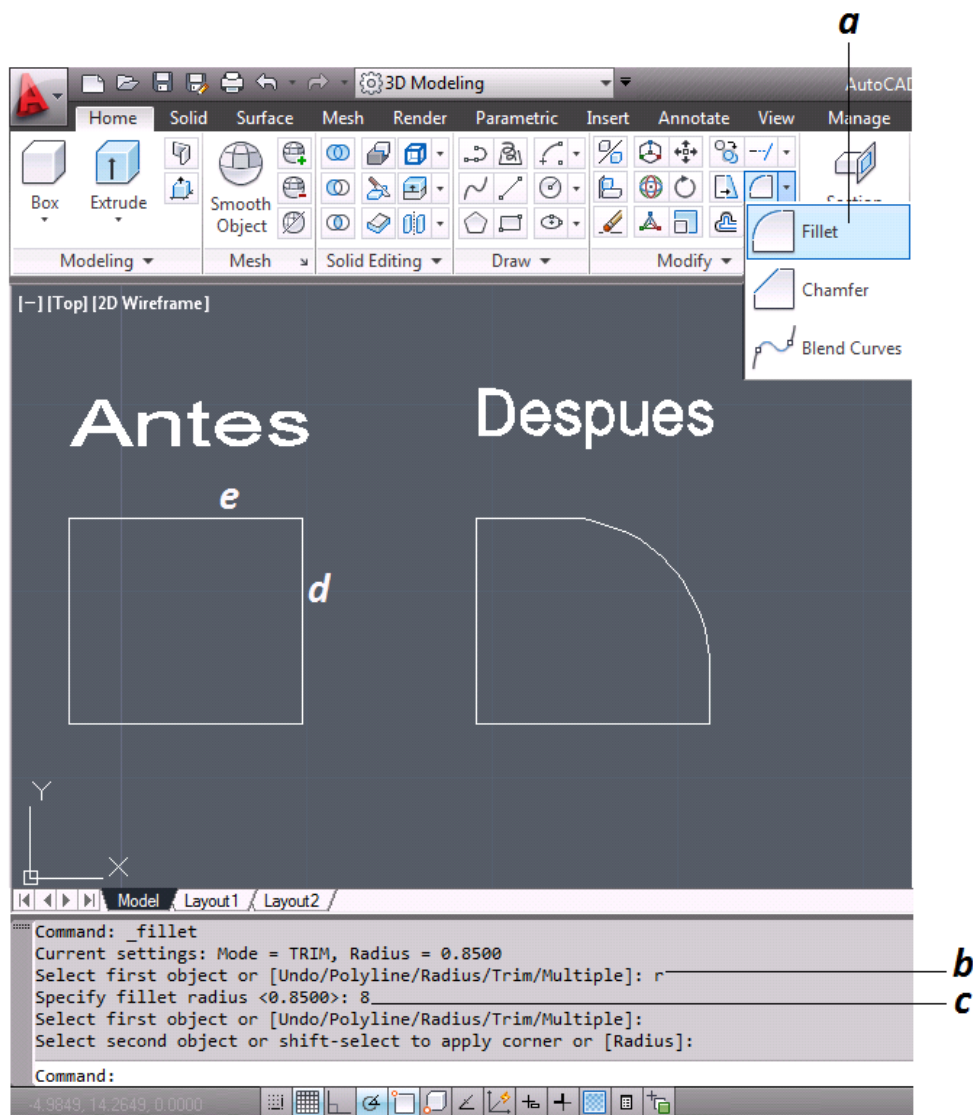

Figura 3.43 Modificación de Entidades “Empalme”
- Se selecciona el comando Empalme (*figura 3.43*).
- Se ingresa R con la cual se indica el valor del radio del arco (*figura 3.43*).
- Se ingresa 8 que es el radio del arco (*figura 3.43*).
- Se selecciona el primer elemento a empalmar (*figura 3.43*).